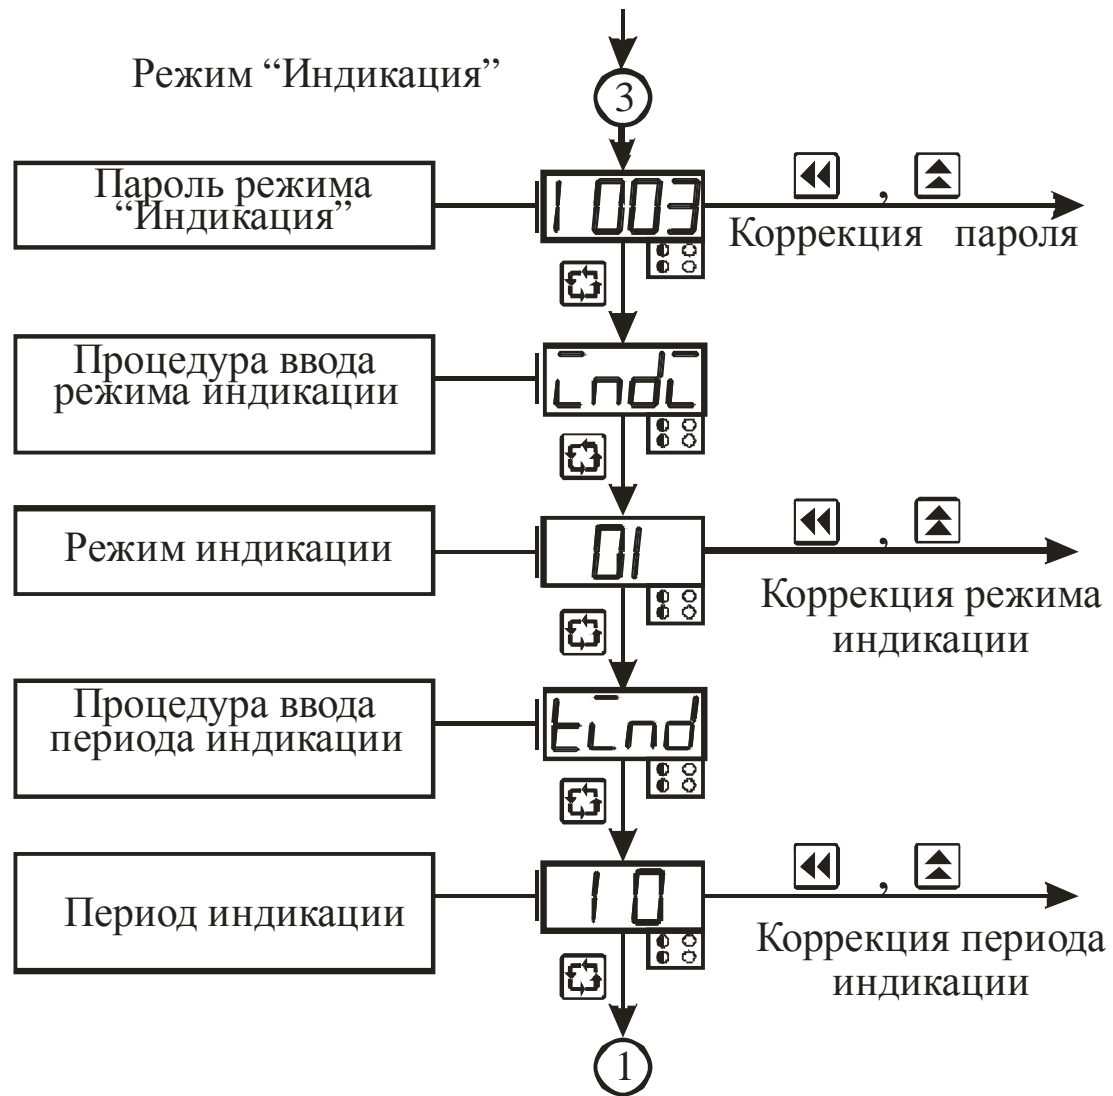

Рисунок 3.9 – Схема алгоритма работы в режиме “Индикация”
3.4.3.1 Режим “Индикация” (рисунок 3.9) определяет режим отображения информации в режиме «Работа».